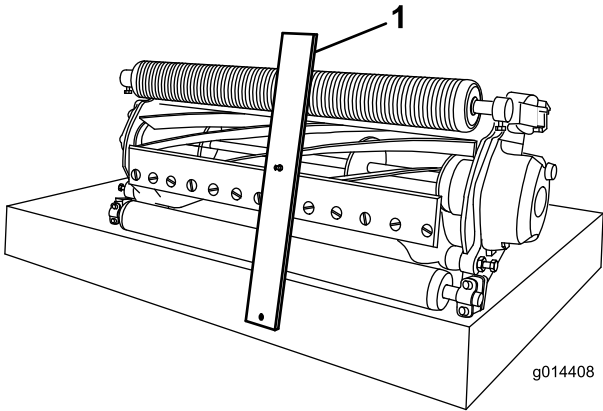

图10
3. 将螺栓头钩在底刀的刀刃上，并将调刀尺的后端放到后滚筒上（图10）。